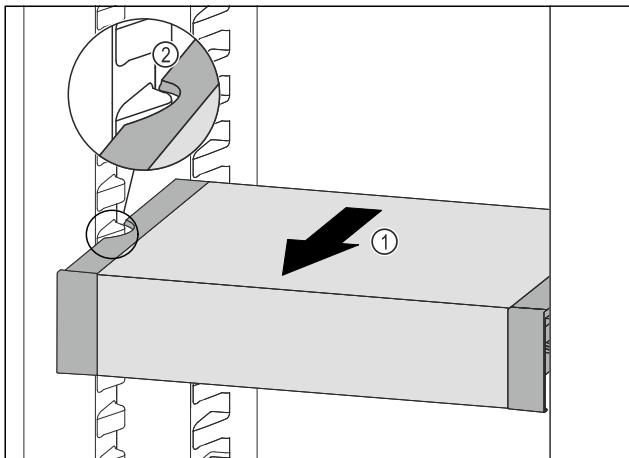

Fig. 121
- VarioSafe tiahajte dopredu Fig. 121 (1), kým sa bočné vybrania VarioSafe nebudú nachádzať vo výške rebra nádoby v chladničke. Fig. 121 (2)